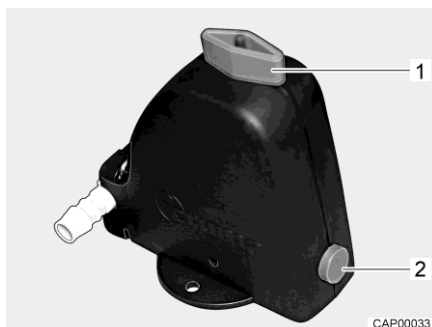

Fig. 189 Valve de sécurité et de vidange (Truma)
- Ouvrir la valve de sécurité et de vidange (Truma). Tourner le bouton rotatif (Fig. 189,1) dans le sens longitudinal par rapport à la valve de sécurité et de vidange. Le bouton-poussoir (Fig. 189,2) ressort.